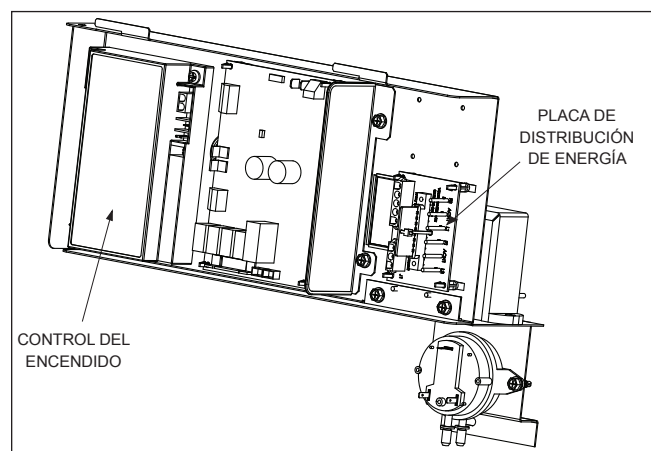

Figura 22. Ubicación de la placa de distribución de energía
1. Identifique el tablero de distribución de energía en el calentador. Éste se encuentra a la derecha del control de ignición en el conducto para cables. Véase Figura 22.